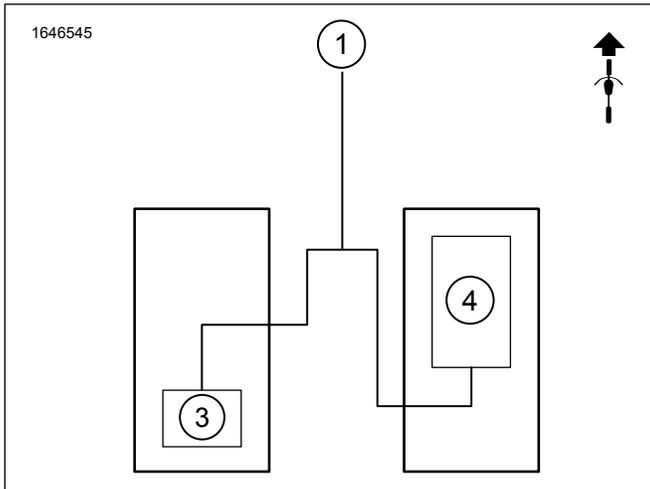
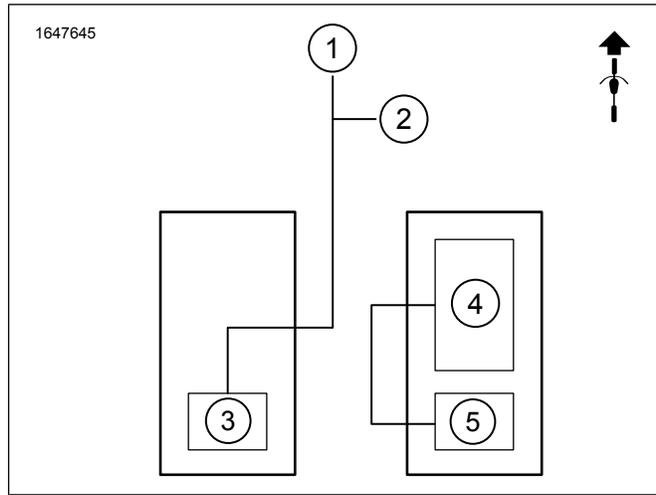
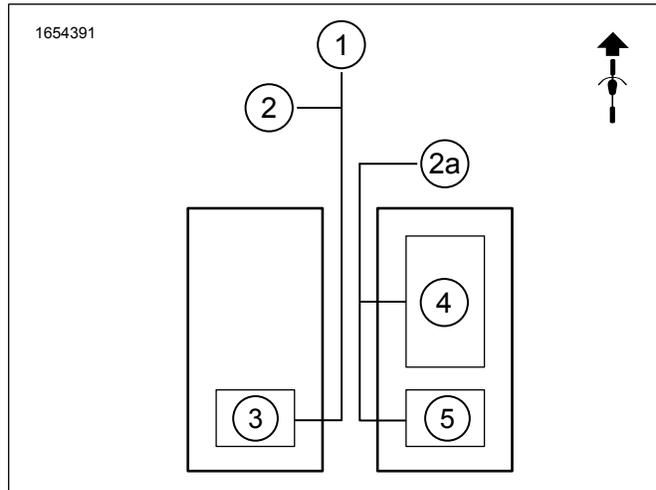
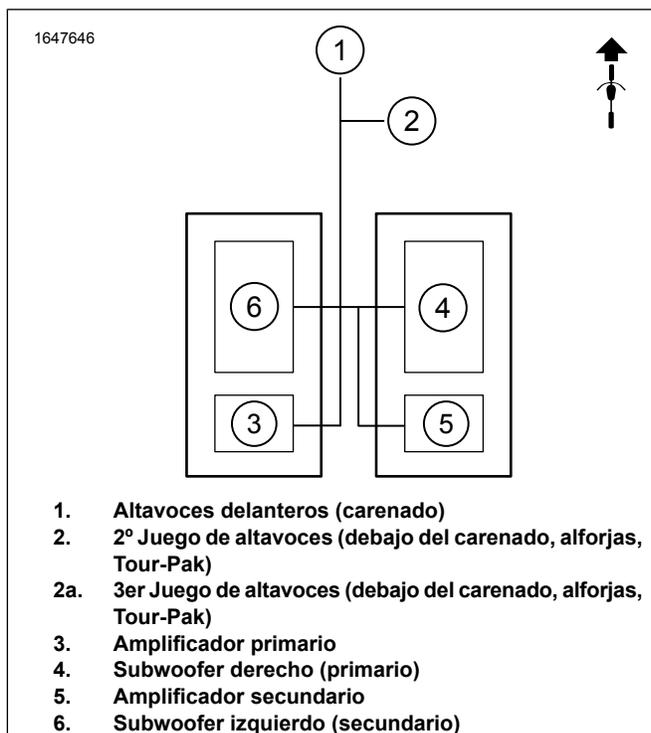

Figura 3. Un solo subwoofer, un solo amplificador, dos altavoces
Figura 4. Un solo subwoofer, amplificadores dobles, cuatro altavoces
Figura 5. Un solo subwoofer, amplificadores dobles, seis altavoces
Figura 7. Subwoofers dobles, amplificadores dobles, cuatro altavoces
Ver Figura 3 , Figura 4 , Figura 7 y Figura 5 . Los sistemas de subwoofer requieren dos canales del amplificador (los amplificadores son de cuatro canales), por lo que la instalación de kits de subwoofer tanto primario como secundario solo puede funcionar con sistemas de dos o cuatro altavoces. Los sistemas de seis altavoces solo funcionarán con el kit de subwoofer principal.
- a. Consulte la Figura 3. Para una configuración de un solo subwoofer, un solo amplificador y dos altavoces. El conector del arnés deberá volverse a cablear. Consulte Arnés de recableado 69203031. Si no se vuelve a cablear el conector, no habrá audio. **NOTA:** Si se agregan altavoces de alforja después de instalar el subwoofer, se deberá utilizar la configuración original del arnés 69203031. Cables en las cavidades uno y cuatro.
- b. Conector del arnés del amplificador primario [351A] (salida de audio). Consulte la Figura 3. **Equipado con un solo subwoofer, un solo amplificador, dos altavoces.**
- c. Conector del arnés del amplificador secundario [352A_1]o [352A_2] (salida de audio). Consulte la Figura 4. **Equipado con un solo subwoofer, amplificadores dobles, cuatro o seis altavoces.**